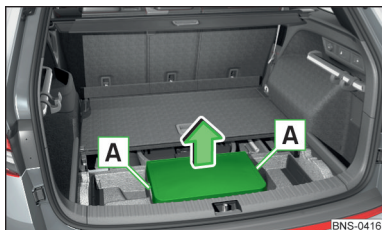

Abb. 329
- Die Batterieabdeckung an den Griffen A fassen und in Pfeilrichtung herausziehen » Abb. 329.